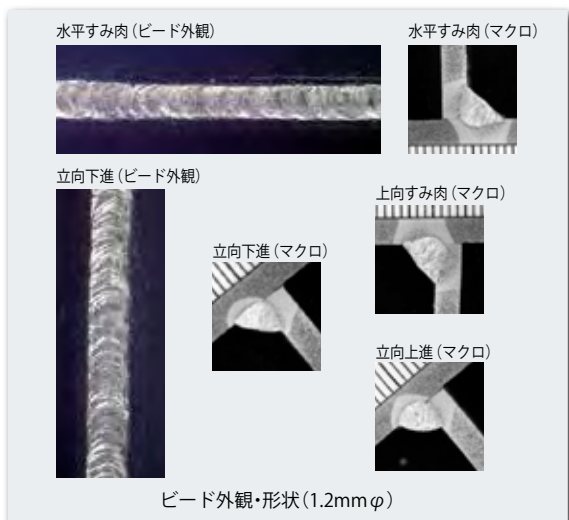

図2 **FOW-S50T**の溶接例
2. OW-S系は、低電流域や全姿勢での溶接作業性を重視して開発されたワイヤであり、溶接機はDC(-)で使用して下さい。ワイヤ径は1.2~2.4mmφの細径をラインナップしており、包装形態はスプール巻きとなっています(表1参照)。横向き姿勢を重視した**FOW-S50H**と、全姿勢溶接が行える**FOW-S50T**があります(図2参照)。